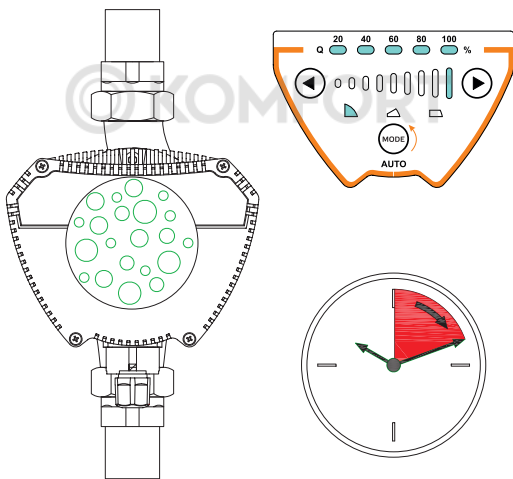

Рис.21 Удаление воздуха из насоса
10.1.2. Для быстрого удаления воздуха из насоса переведите его на короткое время (в зависимости от типа и размеров системы) в режим с постоянной максимальной скоростью ПС(9) (Рис.21). Воздух из системы удаляется при помощи автоматического клапана, установленного в верхней точке системы отопления (Рис.22).